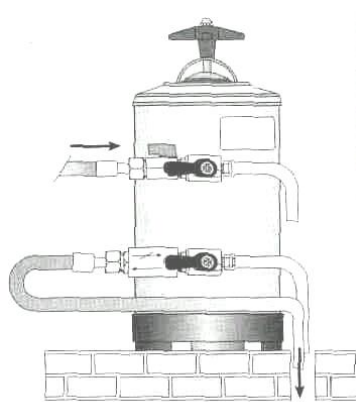

Рис. 2.
- Промывание (ополаскивание) смол (рис. 2) опустите входной шланг в водосток повернув рычаг крана налево, откройте воду, пусть вода течет пока не станет прозрачной, затем остановите вход воды и подключите выходной шланг к машине.